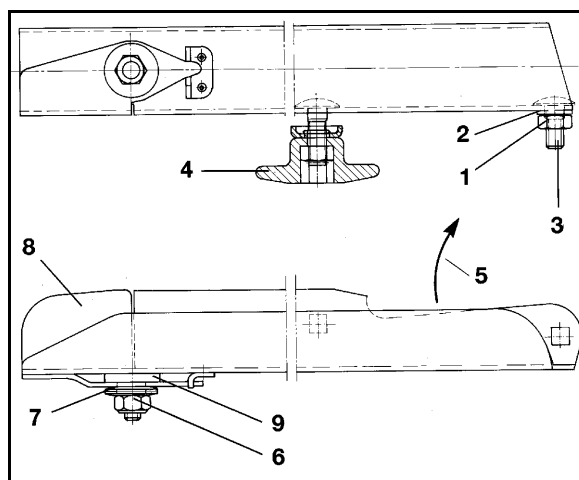

Рис. 91
1. Отвинтите самостопорящуюся гайку (Рис. 91/6).
2. Снимите с фиксирующего пальца самостопорящуюся гайку (Рис. 91/6), тарельчатые пружины (Рис. 91/7) и поворотную пластину (Рис. 91/8).
3. Обратите внимание на то, чтобы пластиковая шайба (Рис. 91/9) оставалась на фиксирующем пальце.
- 4.1 Надвиньте новую поворотную пластину (Рис. 91/8) на фиксирующий палец.
- 4.2 Надвиньте на фиксирующий палец тарельчатые пружины (Рис. 91/7) меняя направление (не укладывая в стопу).
- 4.3 Зафиксируйте подвижно на распределительной лопасти пластиковую шайбу (Рис. 91/9), поворотную пластину (Рис. 91/8) и тарельчатые пружины (Рис. 91/7) с помощью не бывшей в употреблении самостопорящейся гайки (Рис. 91/6).
- 4.4 Затяните с помощью инструмента самостопорящуюся гайку (Рис. 91/6) таким образом, чтобы поворотная пластина (Рис. 91/8) могла поворачиваться вручную, но при эксплуатации не могла самостоятельно поворачиваться вверх.